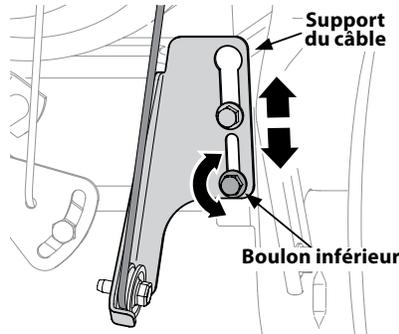

Figure 2-55
2. Desserrez le boulon inférieur sur le support du câble de la commande d'entraînement. Voir Figure 2-55.